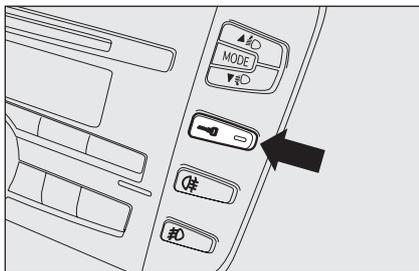

fig. 13
- pulsante **fig. 13** di blocco/sblocco porte ubicato sulla mostrina centrale;